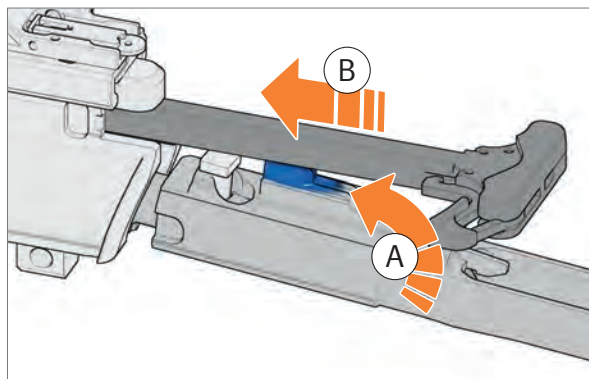

Abb. 121: Verschluss in Durchladehebel einsetzen
3. Führungsnocke des Verschlusses in die Führungsnut des Durchladehebels einsetzen (Abb. 121).